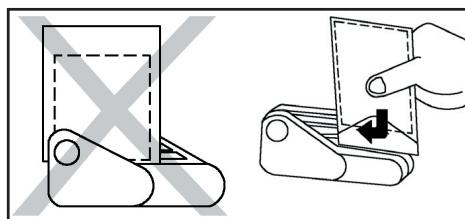

Abb. 2
- Fügen Sie das gewünschte Öffnungsende des Umschlags entlang der Führung ein und schieben es wie dies in Abb. 2 gezeigt wird.